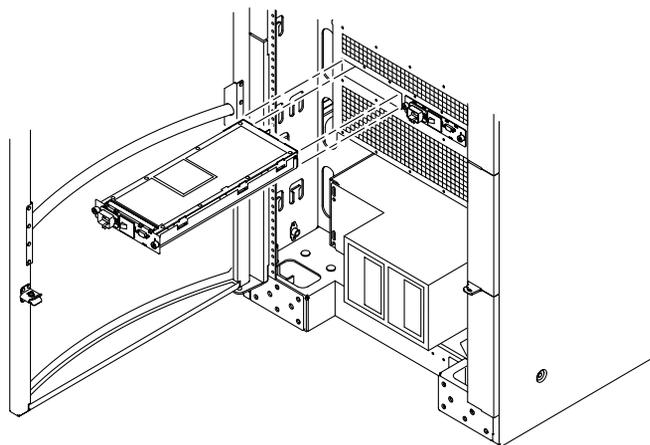

図 4-10 AC 入力ボックスの取り外し — Sun Fire E6900 システム
5. AC 入力ボックスをシャーシからスライドさせます (図 4-10)。